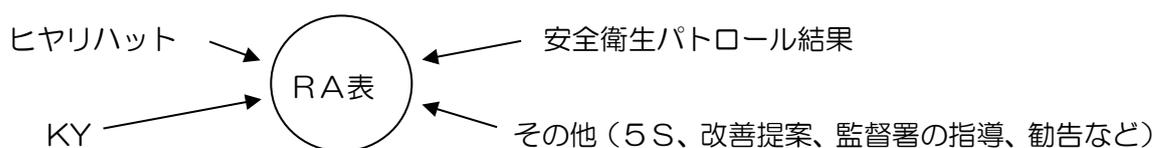

図2 RA表の考え方
#### (2) ヒヤリハット、KY、安全衛生パトロールなどの結果（特にハード対策を要するもの）を、「RA表」に入れ、「一元管理」する。（図2参照）